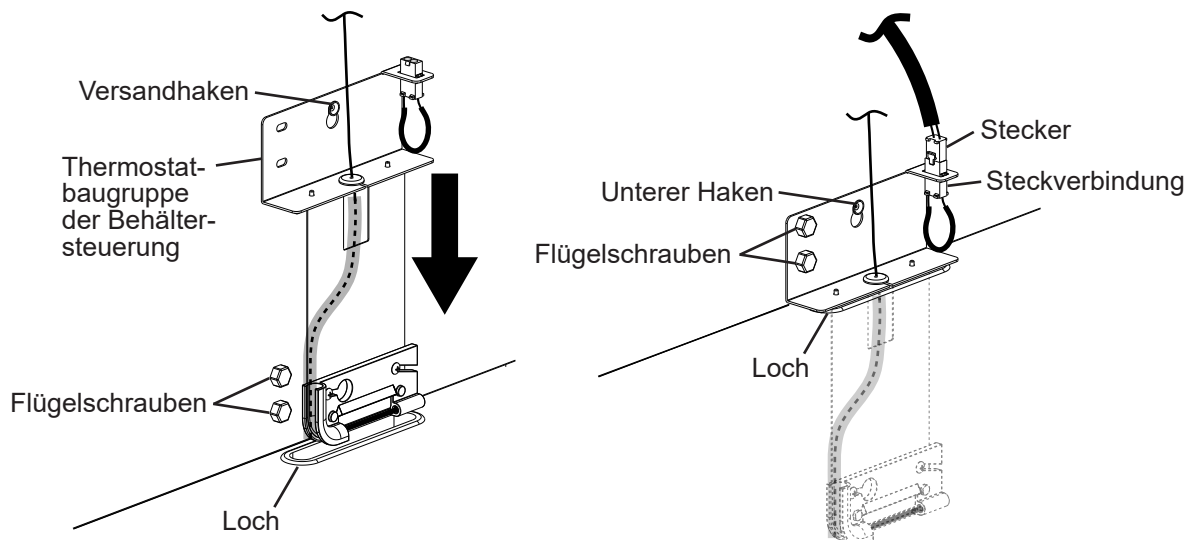

Abb. 3
- 7) Die Thermostatbaugruppe der Behältersteuerung wie folgt installieren. Siehe Abb. 3.